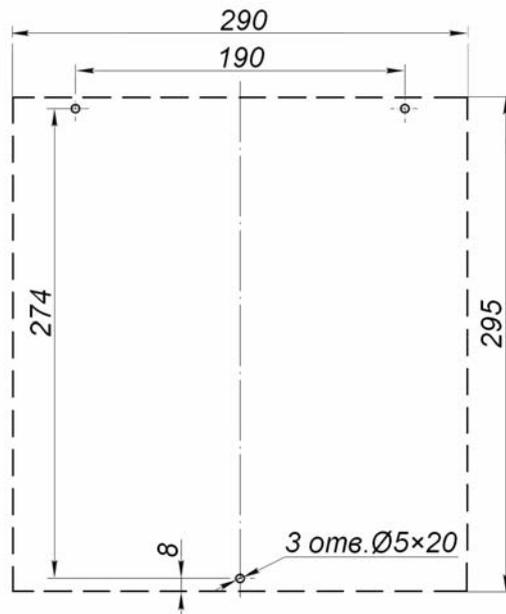

Рисунок 8 Разметка отверстий для установки блока управления.
7. Извлеките из транспортировочного ящика створки (6). Установите заполнения створок (7) в держатели заполнения створок (15), выравнявая по высоте и соблюдая равномерность зазоров, и зафиксируйте их винтами держателей.
- Установите створки в патрубки (14) стойки поворотной (1). Через отверстия в патрубках (14) затяните винты крепления створок (6). Убедитесь, что все створки (6) надежно закреплены, заполнения створок (7) зафиксированы.
8. Проверьте свободное вращение стойки поворотной (1). Для этого разблокируйте стойку поворотную ключом замка механической разблокировки (5) (см. п. 5.5). Стойка поворотная (1) со створками (6) должна поворачиваться рукой легко, без рывков и заклинивания. Усилие, приложенное на середине створки (6), не должно превышать 1,5 кгс. Усилие поворота створки можно измерить динамометром или бытовыми пружинными весами. После проверки заблокируйте стойку турникета ключом замка механической разблокировки (5).
9. Выполните на стене разметку отверстий для крепления блока управления (8) в соответствии с рис. 8. Просверлите отверстия и установите в них пластмассовые дюбели. Вверните 2 верхних шурупа, повесьте на них блок управления и обязательно зафиксируйте его нижним шурупом, который защитит его от случайного сдергивания. Установите блок управления (8) так, чтобы обеспечивался удобный доступ к выключателям, предохранителям и обеспечивался обзор индикаторов (см. рис. 3). Блок управления должен располагаться на стене вертикально разъемами вниз, кабель сетевой (12) должен свободно доставать до розетки.